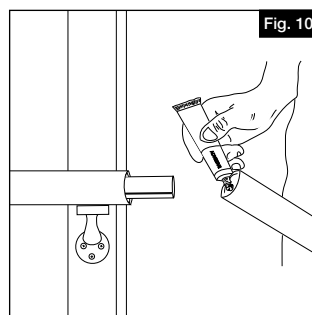

Fig. 10
- Aplicar pegamento para aluminio y deslizar la unión interior a mitad de camino del larguero de aluminio (Fig. 10).